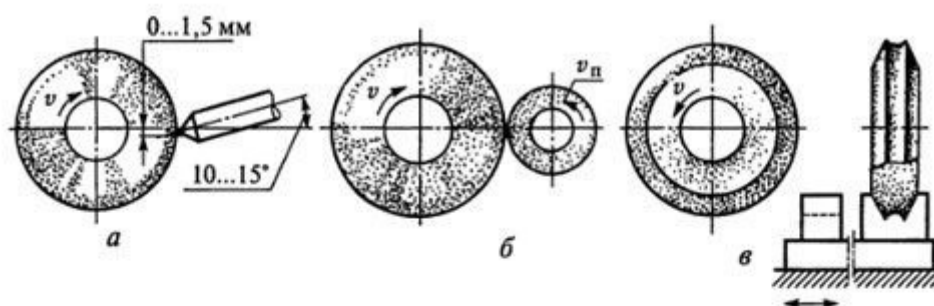

Рис. 2.30. Методы правки шлифовальных кругов: а — обтачиванием; б — обкатыванием; в — тангенциальным точением;  $v$  — скорость;  $v_{п}$  — скорость правки
- обтачиванием алмазным инструментом (рис. 2.30, а);
- обкатыванием абразивными, твердосплавными и металлическими дисками (рис. 2.30, б);
- тангенциальным точением профильной поверхности круга алмазным инструментом (рис. 2.30, в).
**Правка методом обтачивания** (см. рис. 2.30, а) представляет собой процесс скоростного разрушения твердого абразивного материала и связки шлифовального круга. Правку осуществляют либо отдельными алмазными зернами, зачеканенными в державку, либо алмазно-металлическими карандашами диаметром 8...10 мм. Наибольшее применение имеют алмазно-металлические карандаши, в которых в определенном порядке размещены кристаллы алмазов, прочно сцементированные специальным сплавом. Для правки используют четыре типа алмазно-металлических карандашей: Ц — с алмазами, расположенными цепочкой вдоль оси карандаша (рис. 2.31, а); С — с алмазами, расположенными неперекрывающимися (рис. 2.31, б) и перекрывающимися (рис. 2.31, в) слоями; Н — с неориентированным расположением алмазов (рис. 2.31, г).